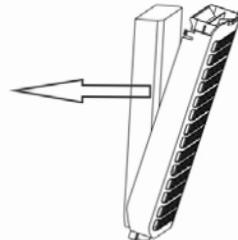

Imagen 5
2. Saque la cortina de agua como indica la dirección de la flecha. Imagen 5.